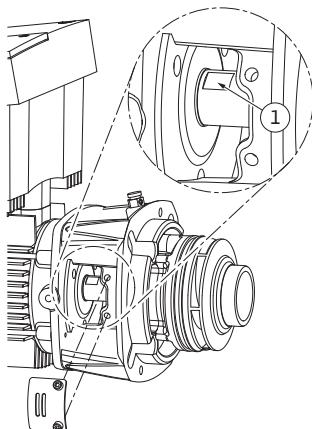

Fig. 52: Schlüsselflächen auf der Welle
15. Einen Maulschlüssel, optimale Schlüsselweite 22, mm in das Laternenfenster einführen und die Welle an den Schlüsselflächen festhalten (Fig. 52, Pos. 1). Die Laufradmutter (Fig. 7, Pos. 15) ausdrehen. Das Laufrad (Fig. 7, Pos. 16) wird automatisch von der Welle abgezogen.
- 24. Bei der Laufradmontage einen Maulschlüssel, optimale Schlüsselweite 22 mm, in das Laternenfenster einführen und die Welle an den Schlüsselflächen festhalten (Fig. 52, Pos. 1).